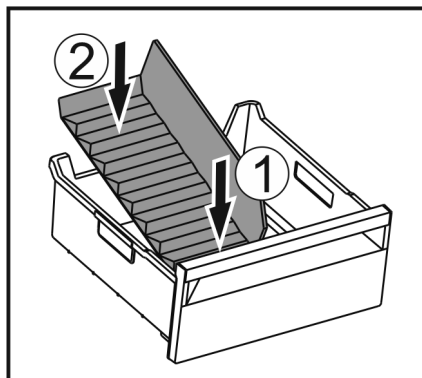

Fig. 100
► Установите переднюю часть разделителя отделения для льда. Fig. 100 (1)
► Опустите заднюю часть разделителя отделения для льда на дно выдвижного ящика. Fig. 100 (2)